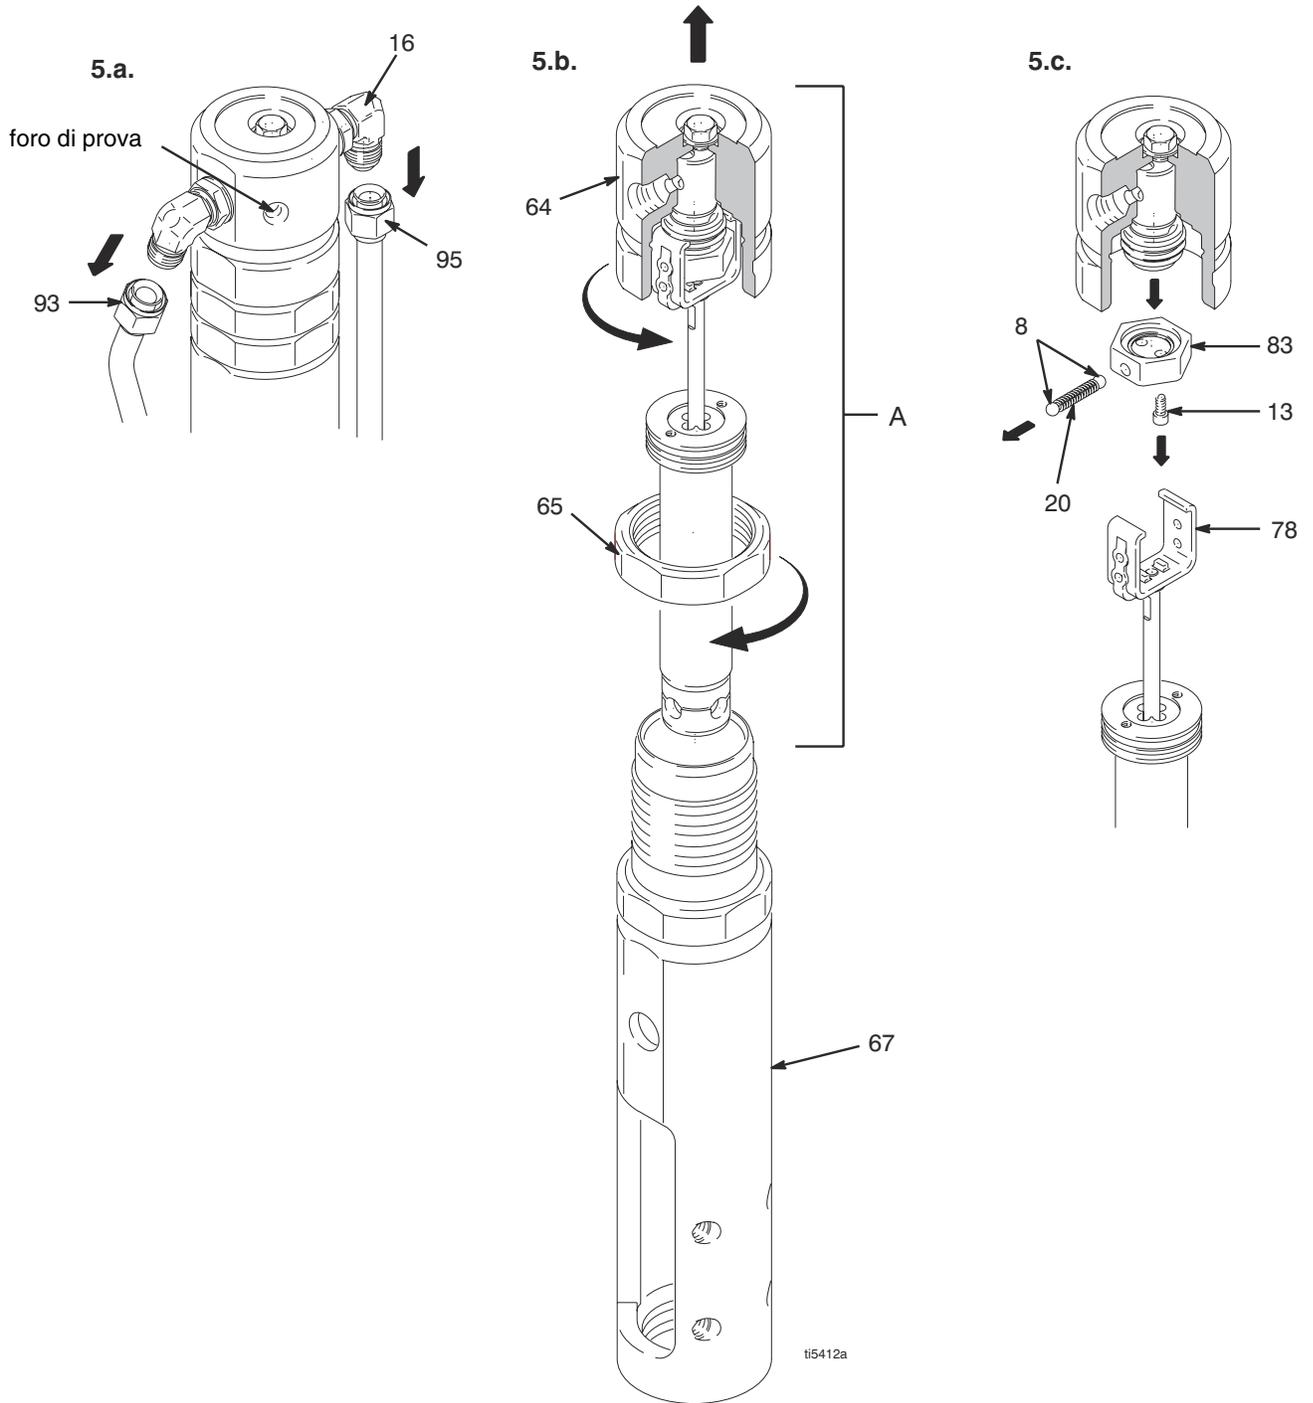

FIG. 5
2. Rimuovere il perno della pompa (92) e il fermo di ritenzione (120), pagina 15.
3. Fig. 5. Rimuovere le linee idrauliche (93, 95) dai raccordi (16) in alto sul lato destro e sinistro del motore idraulico.
4. Allentare il dado di blocco (65).
5. Svitare e rimuovere il tappo del motore idraulico (64).
6. Far scorrere l'asta del pistone/tappo del motore idraulico (A) dal cilindro del motore idraulico.
7. Rimuovere il disinnesto (78).
- a. Fig. 5. Stringere il tappo del motore idraulico nella morsa con l'asta del pistone rivolta verso l'alto.
- b. Utilizzare una chiave a brugola ridotta per rimuovere due viti (13) dal fermo della molla (83). Rimuovere il disinnesto, il fermo della molla, il gruppo pistone e asta a scatto dal tappo del motore idraulico.
1. Fig. 5. Mettere il tappo del motore idraulico (64) nella morsa.
2. Installare il disinnesto, il fermo della molla, il gruppo pistone e asta a scatto nel tappo del motore idraulico. Utilizzare una chiave a brugola ridotta per installare due viti (13) nel fermo della molla e fissare il gruppo asta del pistone al tappo del motore idraulico.
3. Far scorrere il gruppo dell'asta del pistone (A) nel cilindro del motore idraulico (67).
4. Svitare il tappo del motore idraulico (64). Svitare il tappo del motore idraulico finché l'ingresso e l'uscita non sono allineate con i raccordi delle linee idrauliche e verificare che non il foro del tappo del motore idraulico siano puntato verso la protezione della cinghia (117).
5. Serrare il dado di blocco (65) in base al tappo del motore idraulico (64) fino a 17 N·m.
6. Fig. 5. Installare le linee idrauliche (93, 95) ai raccordi (16) in alto sul lato destro e sinistro del motore idraulico, serrare fino a 54,2 N·m
7. Tirare piano il filo di avviamento per allineare i fori del perno del motore idraulico al pompante (111). Collegare con il perno della pompa (92), installare il fermo di ritenzione (120), pagina 15.